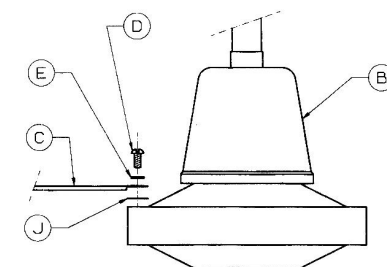

Fig 6
- Fixer les pales (C) à l'ensemble moteur-support (B) avec les vis (D) et les rondelles de sécurité (E), sans oublier la protection (J) entre les pales et le moteur pour limiter les transmissions de vibrations (fig.6).